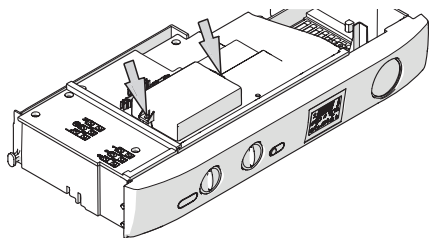

Рисунок 5.28
- Открутите два винта, см. Рисунок 5.28, и откройте крышку клеммной колодки внешнего датчика.